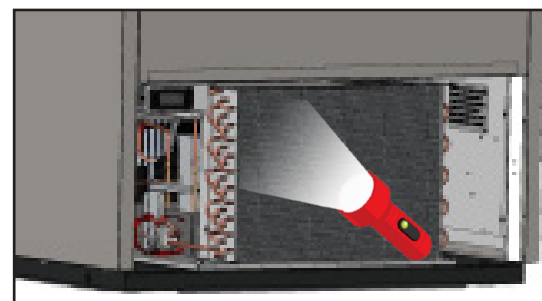

Fig. 4 Controllare che la serpentina sia pulita.
5. Una volta eliminato lo sporco dalla superficie della serpentina, utilizzare una torcia per verificare che si possa vedere attraverso la serpentina e osservare la pala del ventilatore del condensatore mentre gira. Si veda la fig. 4.